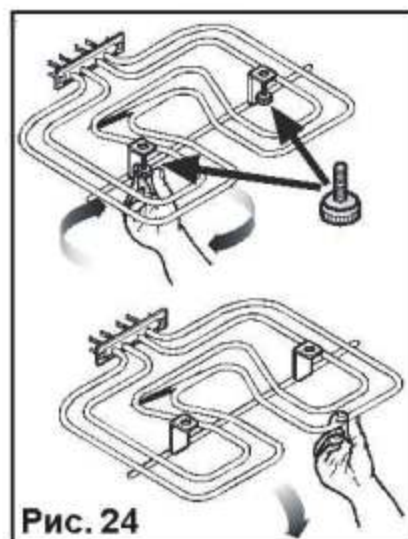

Рис. 24
- Выкрутите винты, которые держат гриль (см. рис. 24). В первый раз рекомендуется использовать отвертку.